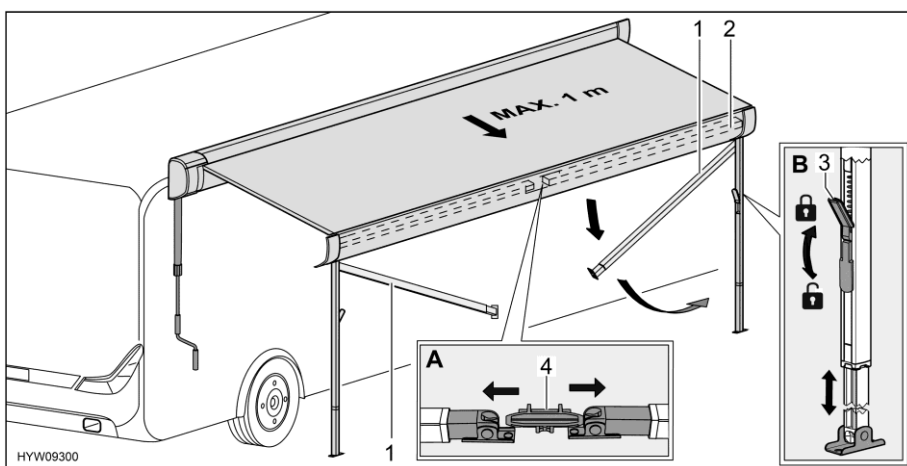

Fig. 40 Preparazione dei montanti di supporto
- Sbloccare i montanti di supporto (Fig. 40,1) dal supporto (Fig. 40,4) nel listello anteriore (Fig. 40,2). A tale scopo, premere leggermente verso l'esterno i montanti di supporto (Fig. 40,A).
- Allentare i bloccaggi (Fig. 40,3) dei montanti di supporto. A tale scopo, ripiegare la leva di serraggio verso il basso.
- Estrarre la parte inferiore dei montanti di supporto fino alla lunghezza desiderata (Fig. 40,B).
- Chiudere i bloccaggi (Fig. 40,3) dei montanti di supporto. A tale scopo, tirare verso l'alto la leva di serraggio.